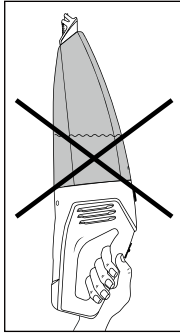

Fig. 3
- ▶ Si vous portez l'appareil à l'horizontale ou avec l'embout pour aspiration de liquides **1** pointant vers le haut, une fuite de liquide peut se produire (voir fig. 3 et 4):